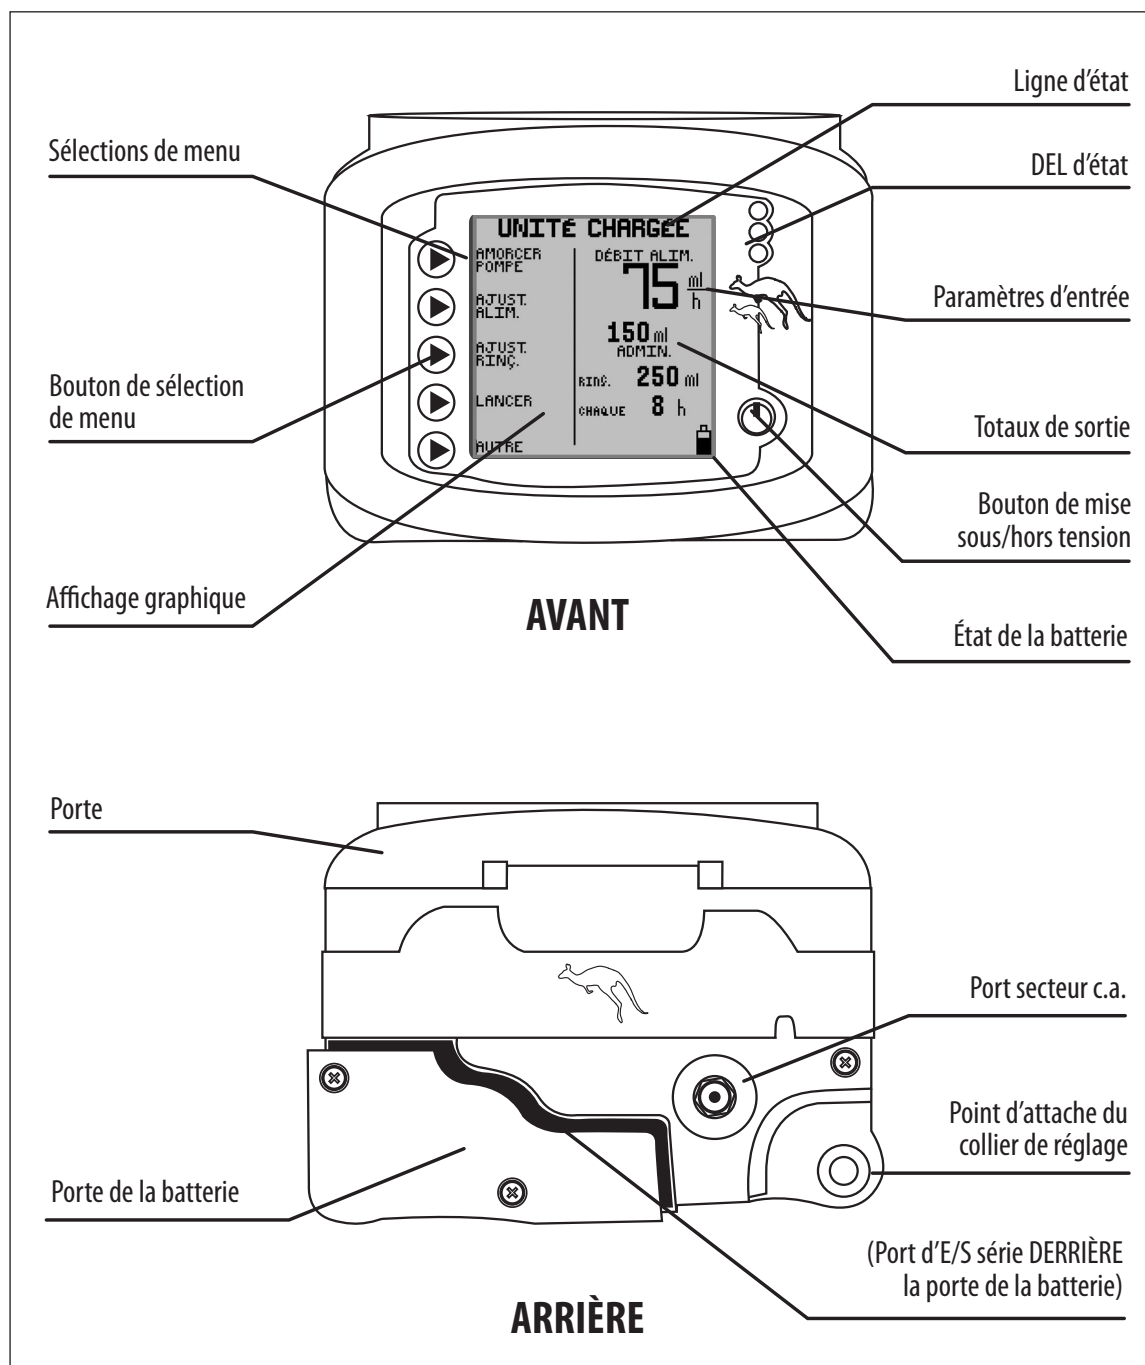

Figure 1A. Caractéristiques de la nutripompe KANGAROO JOEY, vues avant et arrière.
13. **AVERTISSEMENT :** Le port d'E/S série (voir Figure 1A) est exclusivement destiné à une utilisation par le fabricant.
Plug the Power Cord into the A/C Adapter Port on the back of the pump. See Figure 1A to locate port on pump.